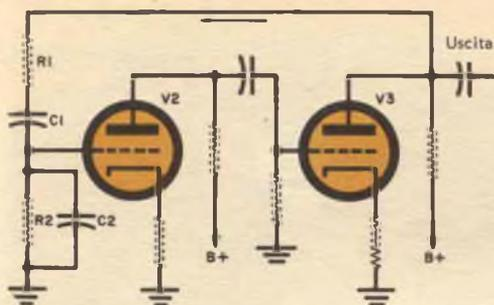
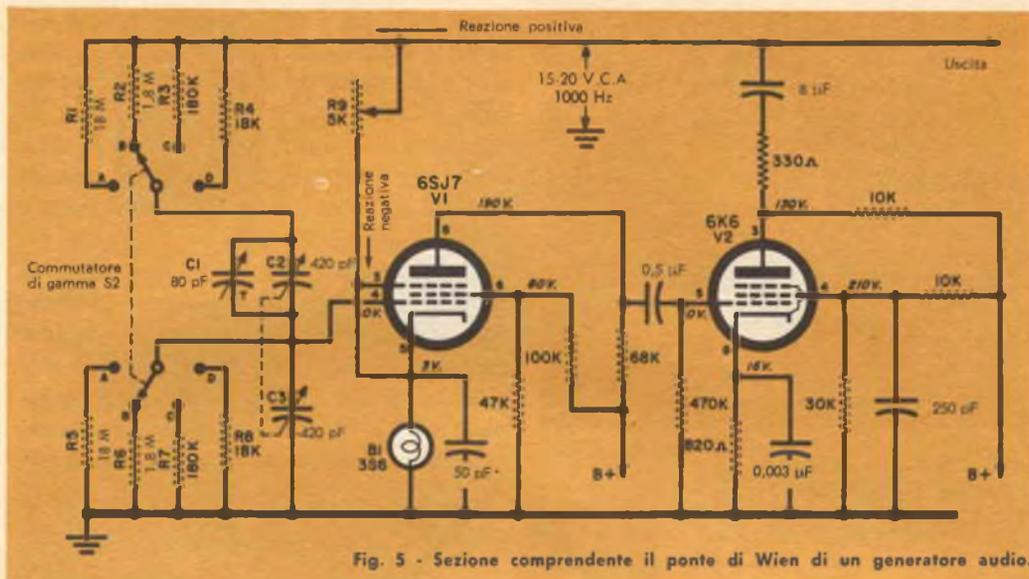
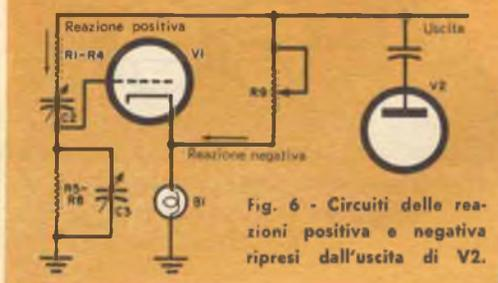

Fig. 3 - Circuito a reazione positiva con circuito determinatore della frequenza formato da R1-C1 e R2-C2.
Fig. 5 - Sezione comprendente il ponte di Wien di un generatore audio.
Fig. 6 - Circuiti delle reazioni positiva e negativa ripresi dall'uscita di V2.
**Determinazione della frequenza** - Una tecnica di sintonizzazione che ha trovato vasto consenso e larga applicazione nei generatori audio impiega un circuito a ponte di Wien con reazione; parte del circuito è indicata in fig. 3. Le resistenze R1 e R2 sono sempre di ugual valore, come pure i condensatori C1 e C2. Questi quattro elementi, messi insieme, formano una rete avente una propria frequenza determinata che applica la frequenza scelta alla griglia di V2. Siccome R1 e C1 attenuano la
Osserviamo ora più da vicino un esempio pratico di generatore audio che usa il circuito a ponte di Wien. La parte del circuito dello strumento che interessa il ponte di Wien è quella di fig. 5. Probabilmente resterete subito colpiti dalla maggiore complicazione di questo circuito nei confronti di quello di fig. 3. Vi sono parecchi motivi che giustificano una tale complessità, oltre al fatto che qui, anziché impiegare triodi come nel circuito teorico precedente, sono stati usati due pentodi.
Le otto resistenze ed i tre condensatori variabili raggruppati attorno al commutatore di gamma S2 (posto nella parte sinistra dello schema) sono i componenti della rete determinatrice della frequenza. Le resistenze da R1 a R4 di fig. 5 corrispondono a
R1 di fig. 3, ed il condensatore variabile C2 di fig. 5 corrisponde a C1 di fig. 3; analogamente, le resistenze da R5 a R8 corrispondono a R2, e C3 corrisponde a C2. Il trimmer C1 di fig. 5 ha il compito di compensare le eventuali differenze di capacità esistenti fra le due sezioni del condensatore variabile doppio C2-C3.
Con un'accorta scelta dei valori dei componenti, il progettista di questo strumento può realizzare una variazione continua di frequenza da 20 Hz a 200.000 Hz, in sole quattro gamme. Le resistenze (corrispondenti a R1 e R2 di fig. 3), che sono commu-
**Reazione negativa e controllo automatico del guadagno** - Altri due componenti che compaiono in fig. 5 meritano speciale menzione. Il primo è il potenziometro R9, che è collegato tra il circuito di reazione ed il soppressore e catodo della valvola V1, e che realizza una certa reazione negativa (fig. 6).